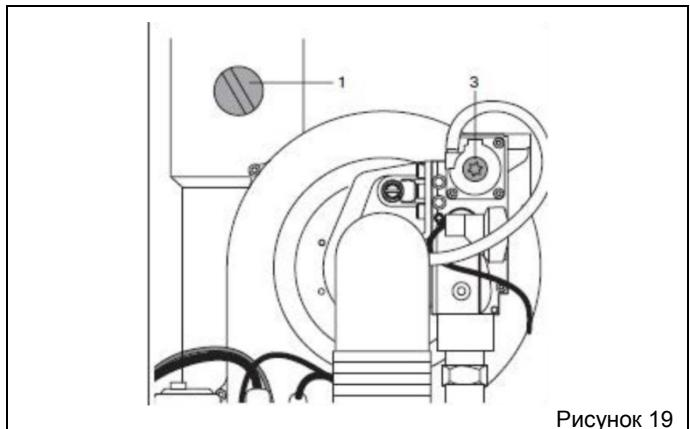

Рисунок 19
7. На левом дисплее появится буква "L" (Low), котёл перейдёт на минимальную мощность; используйте регулировочный винт Offset (смещение) клапана газа (смотри Рисунок 19) для того, чтобы добиться оптимальных значений, приведённых в следующей таблице.